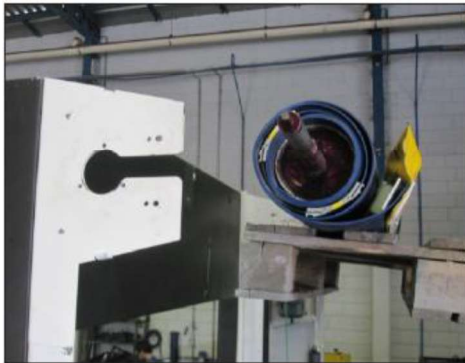

Figura 15
1. Levante el eje con la ayuda de la carretilla elevadora o grúa hasta la posición de fijación (vea la figura 15).